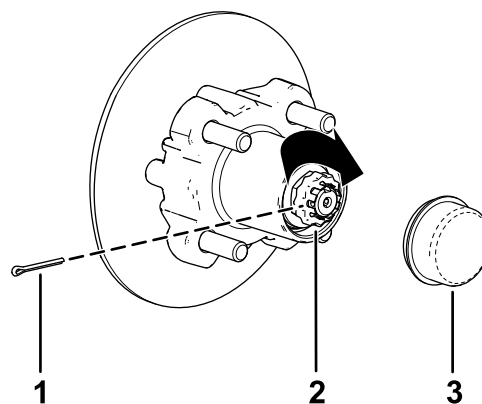

Figura 36
8. Instalați opritorul peste piuliă i verificați alinierea fantei din opritor i a orificiului din ax pentru cuiul spintecat (Figura 36).
9. Montați cuiul spintecat i îndoiți picioarele în jurul opritorului (Figura 36).
10. Montați capacul anti-praf pe butuc (Figura 36).